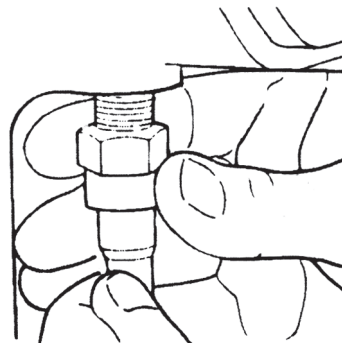

Figura 131
12. Con el aro de bloqueo en la posición acoplada, instale el interruptor del sensor en su orificio roscado en la parte frontal de la caja del diferencial. Figura 131.